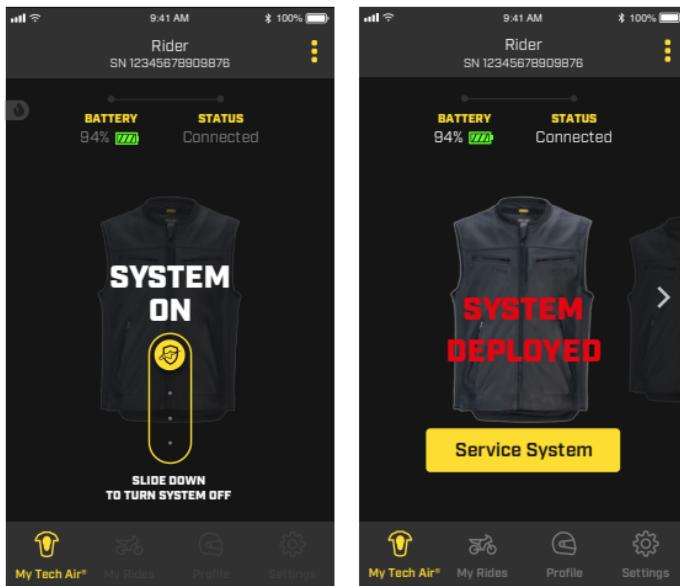

Figura 19
Durante la conducción, el modo "SISTEMA ENCENDIDO" está activo y, en consecuencia, por razones de seguridad, el usuario no puede acceder a la mayoría de las funciones de la App. En caso de que el usuario necesite desactivar el sistema, por ejemplo durante una intensa sesión de conducción fuera de carretera, el sistema puede apagarse utilizando el ícono deslizante de la aplicación (como se muestra en la figura 19). Para reactivarlo, abra y cierre la cremallera de activación (1).
En caso de despliegue, la aplicación mostrará el estado correspondiente con el texto "SISTEMA DESPLEGADO", como se muestra en la Figura 19.